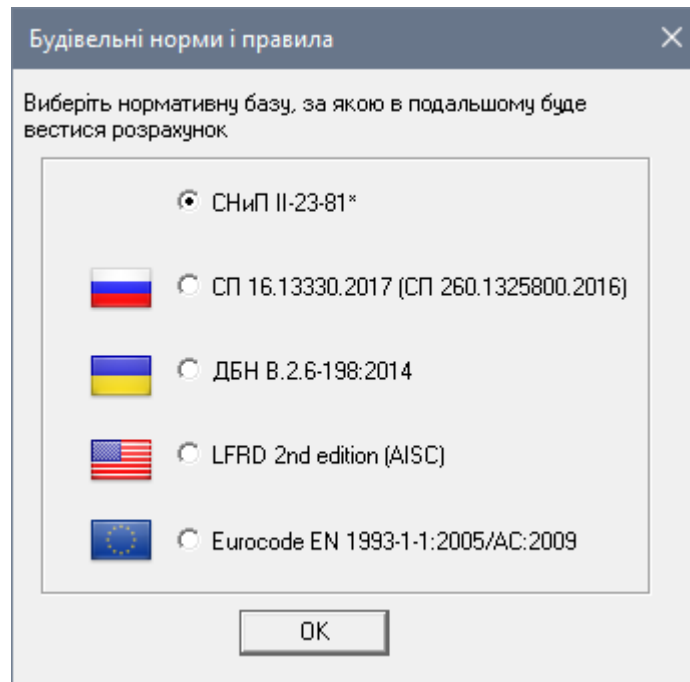

Рис. 12.33. Діалогове вікно **Будівельні норми і правила**
- В діалоговому вікні **Будівельні норми і правила** (рис. 12.33) увімкніть радіо-кнопку **СНІП II-23-81\*** і натисніть **ОК**.